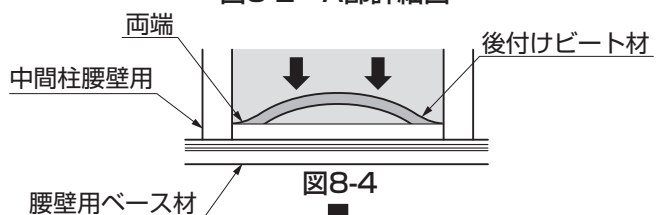
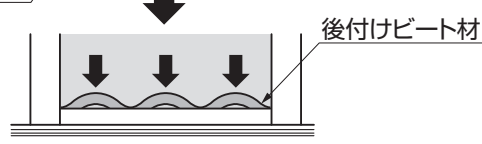

図8-4
図8-5
- 後付けビートを取付ける際は、図8-4のように取付ける面の中心部分をたるませた状態で両端部分および中間の1~2箇所を先に押込み、図8-5のようにたるみ部分の中心から広げるように押込んでください。